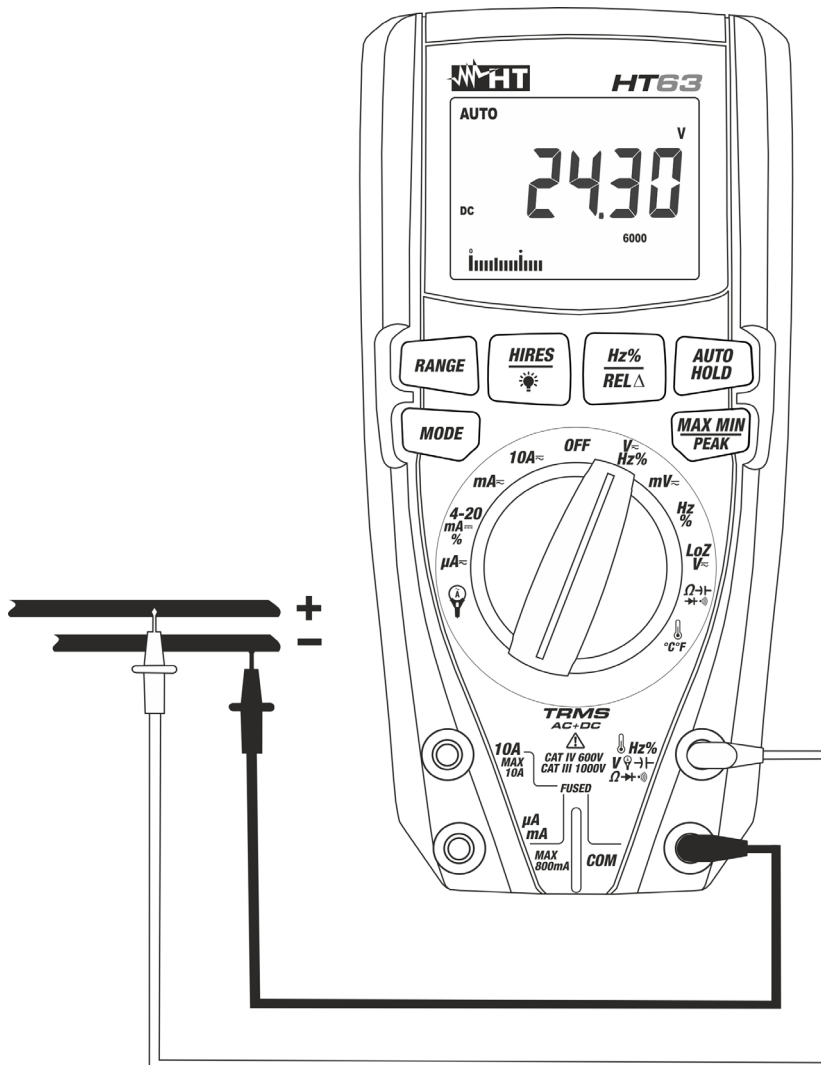

Fig. 2: Uso dello strumento per misura di Tensione DC
3. Posizionare il puntale rosso ed il puntale nero rispettivamente nei punti a potenziale positivo e negativo del circuito in esame (vedere Fig. 2). Il valore della tensione è mostrato a display
5. La visualizzazione del simbolo "-" sul display dello strumento indica che la tensione ha verso opposto rispetto alla connessione di Fig. 2.
4. Posizionare il puntale rosso ed il puntale nero rispettivamente nei punti del circuito in esame (vedere Fig.4) per misura di tensione AC oppure nei punti a potenziale positivo e negativo del circuito in esame (vedere Fig.2) per misura di tensione DC. Il valore della tensione è mostrato a display
6. La visualizzazione del simbolo "-" sul display dello strumento indica che la tensione ha verso opposto rispetto alla connessione di Fig.2